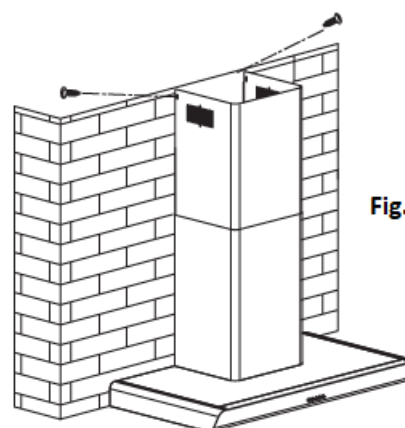

Fig. 10
- Coloque as chaminés no exaustor e fixe a chaminé ao interior com o suporte e os 2 parafusos (fig. 10).